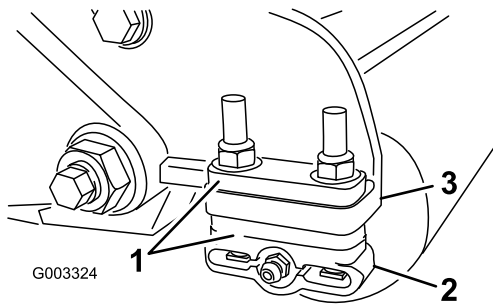

图12
1. 根据剪草高度表将所需数量的隔片放在侧板安装法兰 图12 下将后滚筒支架 图12 调节到所需的剪草高度范围。